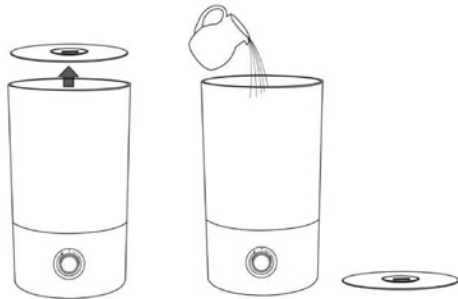

Рис. 2
2. Залейте воду в емкость (рис. 2). Температура воды не должна превышать 40 °С.